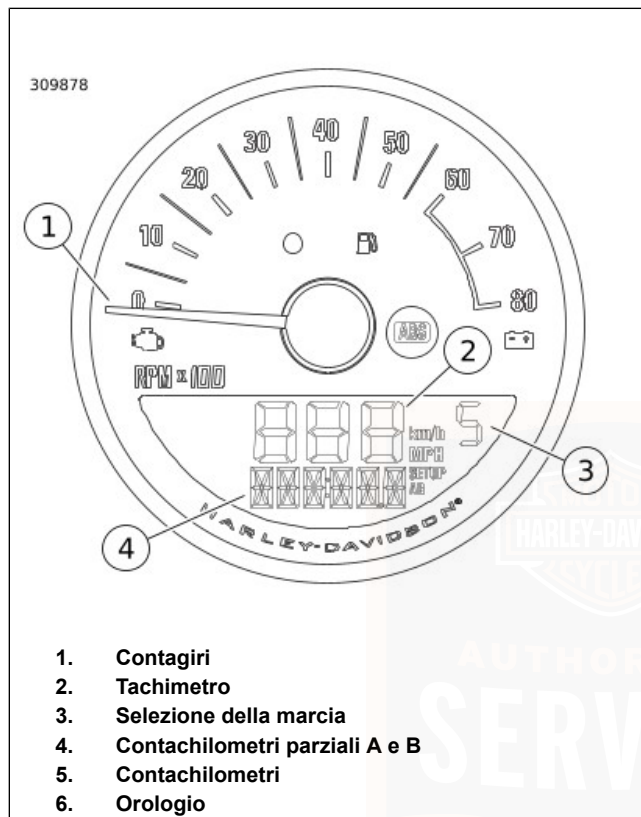

Figura 9. Strumentazione: XL1200CX
Vedere Figura 9. La lancetta del contagiri (1) mostra la velocità del motore in giri al minuto (giri/min).
Vedere Figura 9. Il tachimetro (2) indica le miglia orarie (modelli per il mercato USA) o i chilometri orari (modelli per il mercato internazionale). Il display può essere modificato da mph a km/h. Vedere COMANDI E SPIE > IMPOSTAZIONI FINESTRA DEL CONTACHILOMETRI (Pagina 55).
Vedere Figura 9. Durante il funzionamento della motocicletta, viene mostrato il numero della marcia (3) selezionato al momento. Quando il cambio è in folle o viene tirata la leva della frizione, il numero della marcia è mancante.
Vedere Figura 9. Il contachilometri (5) si trova sul quadrante del tachimetro.
Vedere Figura 9. Per controllare il chilometraggio, premere e rilasciare il pulsante del contachilometri parziale finché non venga visualizzato nella finestra del contachilometri il chilometraggio parziale (A o B) desiderato. Una A o una B (4) identificano il contachilometri parziale.
Vedere Figura 9. Premere e rilasciare il pulsante del contachilometri parziale finché la finestra del contachilometri non visualizzi l'ora (6).